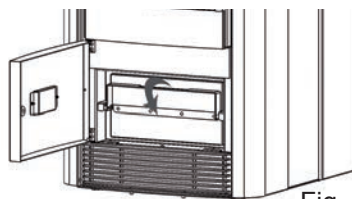

Fig. 3
- Fare leva sulla maniglia del cassetto, tirandola verso il basso; ( Fig. 3 )